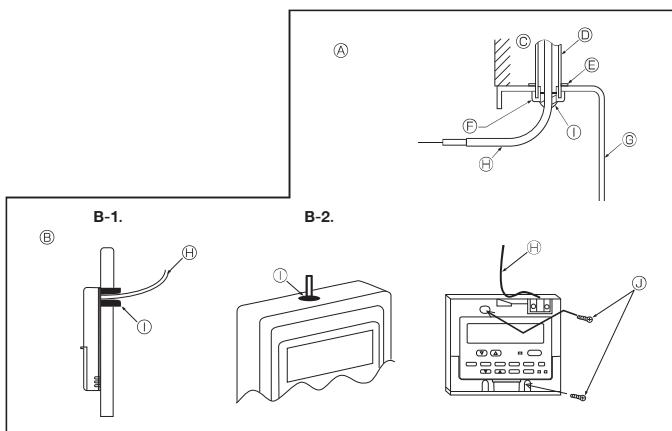

Fig. 6-3
(2) ปิดช่องสอดสายรีโมทคอนโทรลด้วยปูนฉาบ เพื่อป้องกันเหยดันค้าง น้ำ แมลงสาบหรือหอน (Fig. 6-3)